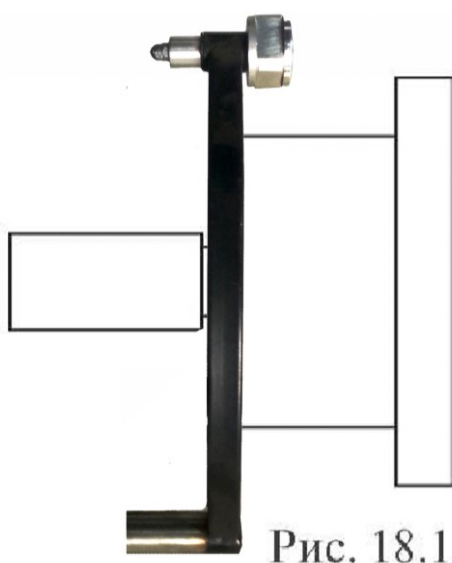
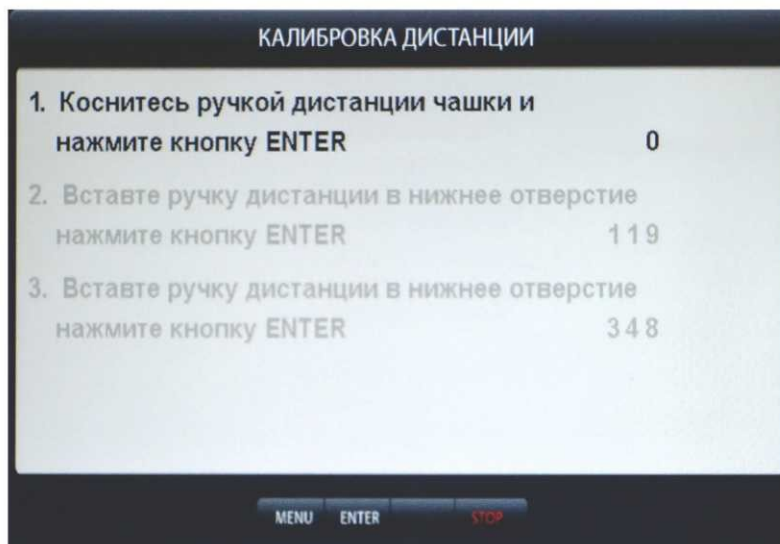

Рис. 18.1
рис.18.3
19.1.1. Калибровка тракта измерения дистанции. Для оценки погрешности устройства ввода дистанции выдвиньте штангу ввода параметров и уприте внешнюю боковую сторону её рукоятки в задний торец фланца вала, как показано на рис. 18.1. При этом на экране ввода геометрических параметров (см. рис.10.2) появится величина дистанции. Если величина
Нажмите кнопку «MENU», в открывшемся окне MENU выберите пункт «Калибровка», нажав соответствующую кнопку в верхнем ряду клавиатуры. Откроется окно КАЛИБРОВКА. Выберите п. 2 «Калибровка дистанции» нажав кнопку 2 в верхнем ряду клавиатуры, откроется окно КАЛИБРОВКА ДИСТАНЦИИ (рис.18.3). Выдвиньте штангу ввода параметров, уприте внешнюю боковую сторону её рукоятки в задний торец фланца вала, как показано на рис. 18.1 и нажмите кнопку «ENTER». В окне КАЛИБРОВКА ДИСТАНЦИИ выделится второй пункт: «2. Вставьте ручку дистанции в отверстие 1, нажмите кнопку «ENTER»